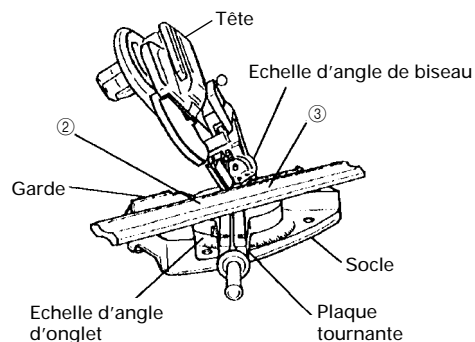
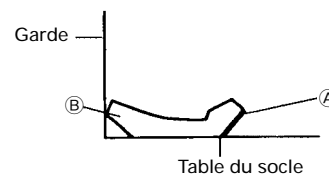

Fig. 37
Fig. 39
(2) Réglage de coupe en corniche complexe aux positions ② et ③ de la Fig. 34 (voir Fig. 37 ; incliner la tête vers la gauche) :
- ① Tourner la plaque tournante vers la droite et régler l'angle d'onglet comme suit :
- ② Incliner la tête vers la gauche et régler l'angle de biseau comme suit :
- ③ Disposer la corniche complexe de façon que la surface supérieure (B sur la Fig. 33) touche la garde comme indiqué à la Fig. 39.